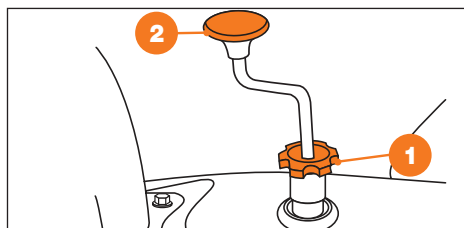

Рис. 15
- Ослабьте затяжку гайки-фиксатора 1 (Рис. 15).
- Вращая ручку регулировки 2 по или против часовой стрелки, отрегулируйте высоту поднятия щетки и ее степень прижатия к очищаемой поверхности (Рис. 15).